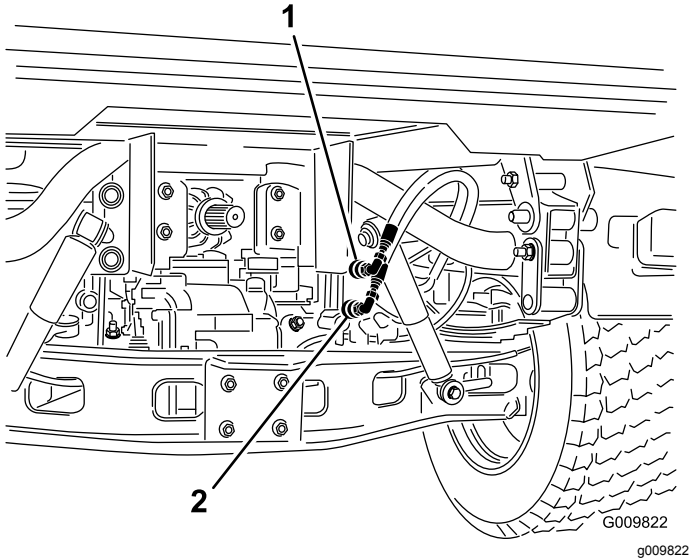

Figura 83
2. En ambas máquinas, desconecte las dos mangueras de acoplamiento rápido de las mangueras que están conectadas al soporte de acoplamiento (Figura 83).